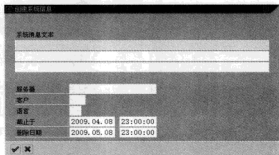

图 4-16 “创建系统信息”对话框
STEP 2 如果要发布系统消息, 则可单击“”按钮, 系统会弹出“创建系统信息”对话框, 如图 4-16 所示。